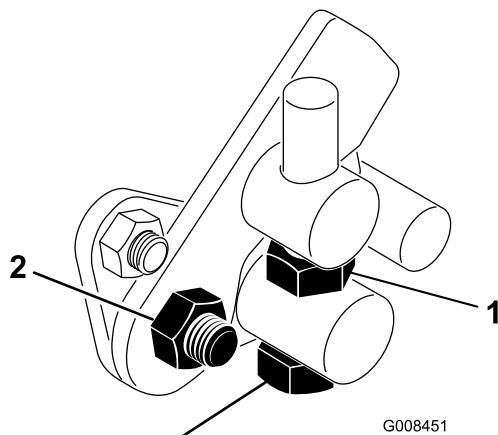

Figura 51
- Allentate il controdado sul bullone di articolazione (Figura 51).
- Serrate il controdado sul bullone di articolazione e il dado sul perno del pedale per fissare la regolazione (Figura 51). Controllate la messa a punto, e all'occorrenza ripetete la regolazione.